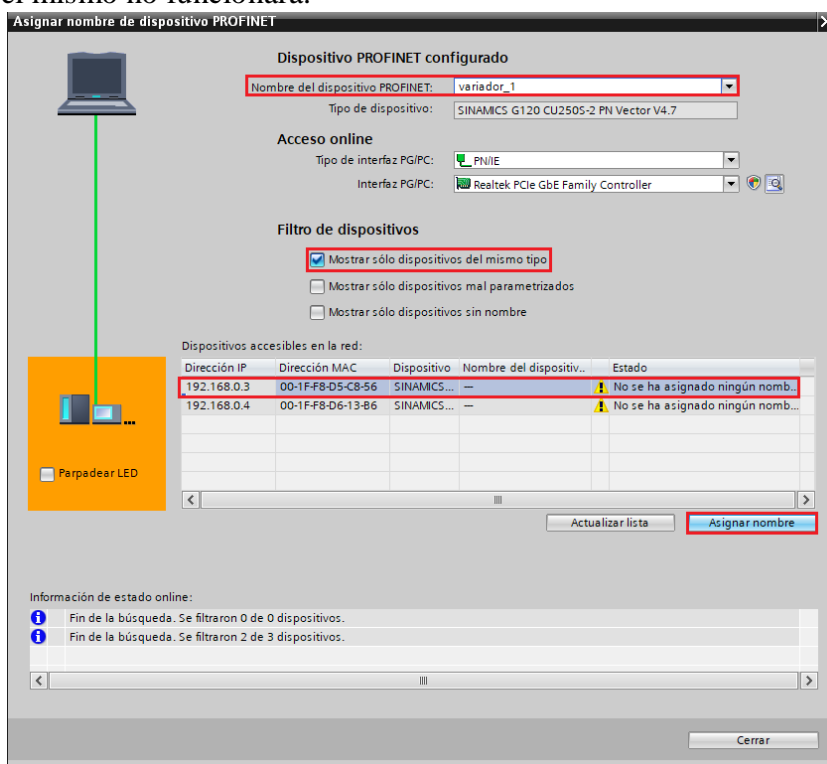

Figura 22. Asignar nombre Variador 1.
- Luego hacemos clic en “**Actualizar lista**” y luego seleccionar el dispositivo encontrado que tenga la “**IP: 192.168.0.3**” y hacer clic en “**Asignar nombre**” (ver Figura 22).